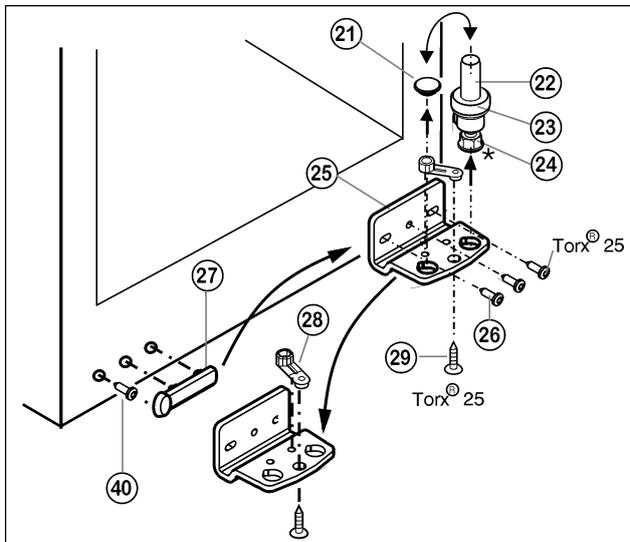

Fig. 5
- ▶ 连同垫片 Fig. 5 (23) 和垫脚\* Fig. 5 (24) 将整个轴承螺栓 Fig. 5 (22) 向上拉出。
- ▶ 取下堵头 Fig. 5 (21)。
- ▶ 卸下 Fig. 5 (26) 托架 Fig. 5 (25)。
- ▶ 卸下 Fig. 5 (29) 支承部件 Fig. 5 (28) 并将其更换到对面的托架定位孔内, 重新固定。
- ▶ 小心抬起把手侧的盖板 Fig. 5 (27), 旋出螺栓 Fig. 5 (40) 并一起移到反面。
- ▶ 必要时借助充电螺丝刀将托架 Fig. 5 (25) 重新安装在新铰链侧 (使用 4 Nm 的扭矩)。
- ▶ 重新插入堵头 Fig. 5 (21) 至另一孔内。
- ▶ 连同垫片和垫脚\* 重新放入整个轴承螺栓 Fig. 5 (22)。同时注意止动凸轮需指向后方。
- ▶ 从上方将冰箱门放在下方轴承螺栓 Fig. 5 (22) 上。
- ▶ 将上方托架 (12) 放在冰箱门内的新铰链侧。
- ▶ 将上方托架 (12) (使用 4 Nm 的扭矩) 拧紧 (2 个 Torx® 25) (13)。必要时, 预先钻出螺栓孔或使用充电螺丝刀。
- ▶ 将盖板 (10) 和盖板 (11) 分别卡紧在反面。
- ▶ 必要时通过下方托架 Fig. 5 (25) 内的两个长方形孔调整冰箱门, 使其与冰箱外壳对齐。为此请旋出中间螺栓。